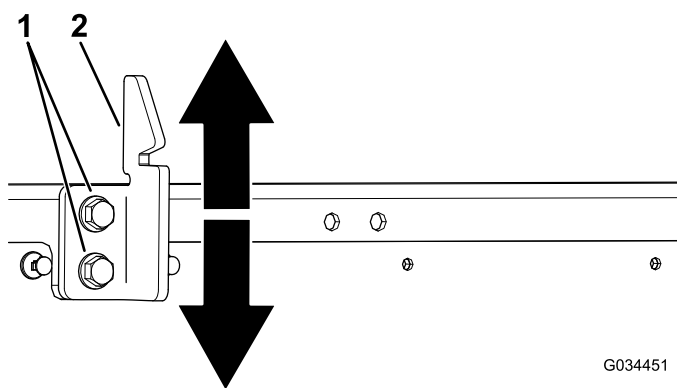

Figura 54
3. Afloje los 2 pernos del cerradero de la plataforma y mueva el cerradero hacia arriba o hacia abajo, dependiendo de si está demasiado alto o demasiado bajo (Figura 54).
4. Apriete los 2 pernos del cerradero de la plataforma (Figura 54).